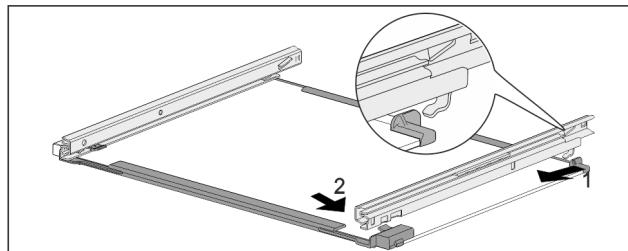

Fig. 158 Стеклянная пластина с направляющими
- Зацепите направляющую сзади. Fig. 158 (1)
- Зашелкните направляющую спереди. Fig. 158 (2)